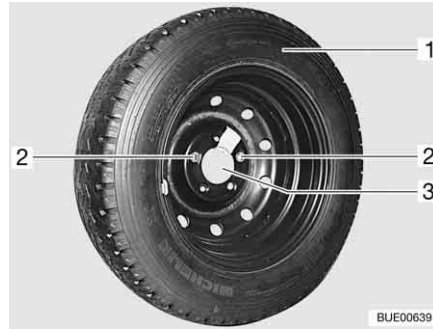

Bild 249 Ersatzrad-Halterung in der Heckgarage
- Die beiden Befestigungsschrauben (Bild 249,2) mit dem Bordwerkzeug herausdrehen und abnehmen.
- Das Ersatzrad (Bild 249,1) von der Halterung (Bild 249,3) abnehmen.